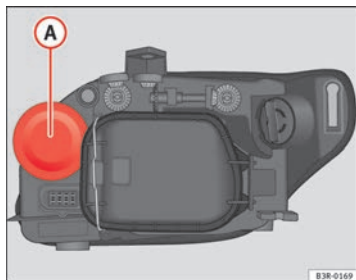

Abb. 204 Glühlampe für Blinker
- Nehmen Sie die Gummikappe ⇒ Abb. 204 durch Ziehen ab.